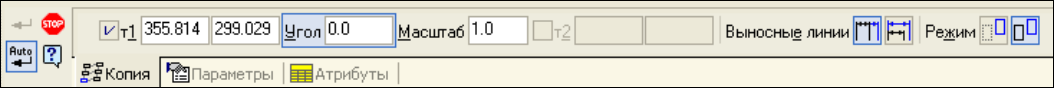

Рис. 10.11. Панель свойств
- ◆ на Панели свойств теперь три вкладки: **Копия**, **Параметры** и **Атрибуты**. На вкладке **Копия** (рис. 10.11) вводятся координаты базовой точки **т1**, величина угла наклона и масштаба в соответствующие окна. Поставьте переключатель в режим **Оставлять исходные объекты**, если, конечно, это необходимо. В данном случае введите с клавиатуры угол наклона 30°;